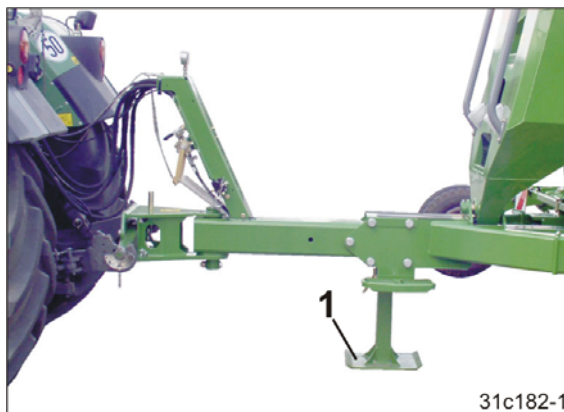

Fig. 159
2. Anbring maskinen på støttefoden (Fig. 159/1).